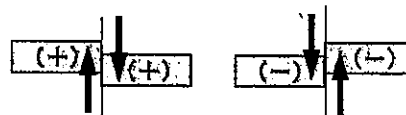

図2 せん断力の符号
- ① 点A、点Bに生じる反力[N]をそれぞれ求めよ。
- ② 点DB間のせん断力[N]を求めよ。ただし、符号については、図2のとおりとする。